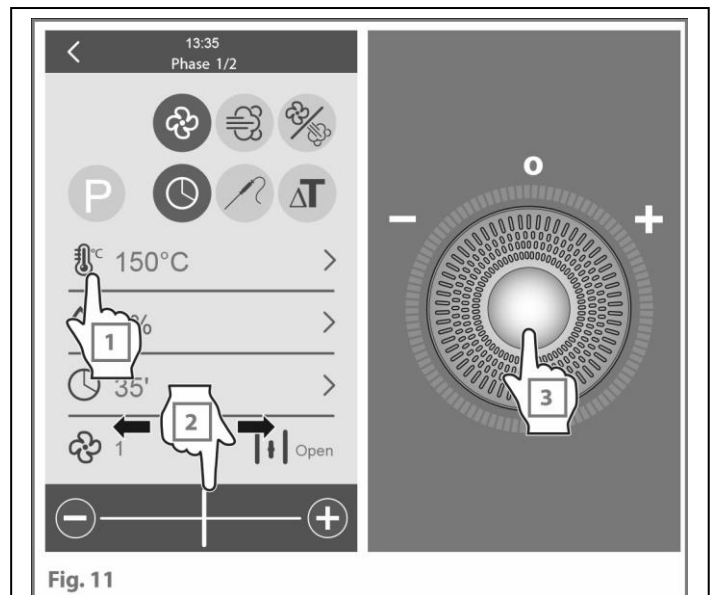

Fig. 11
- 1-Premere l'icona "termometro" (Fig.11).